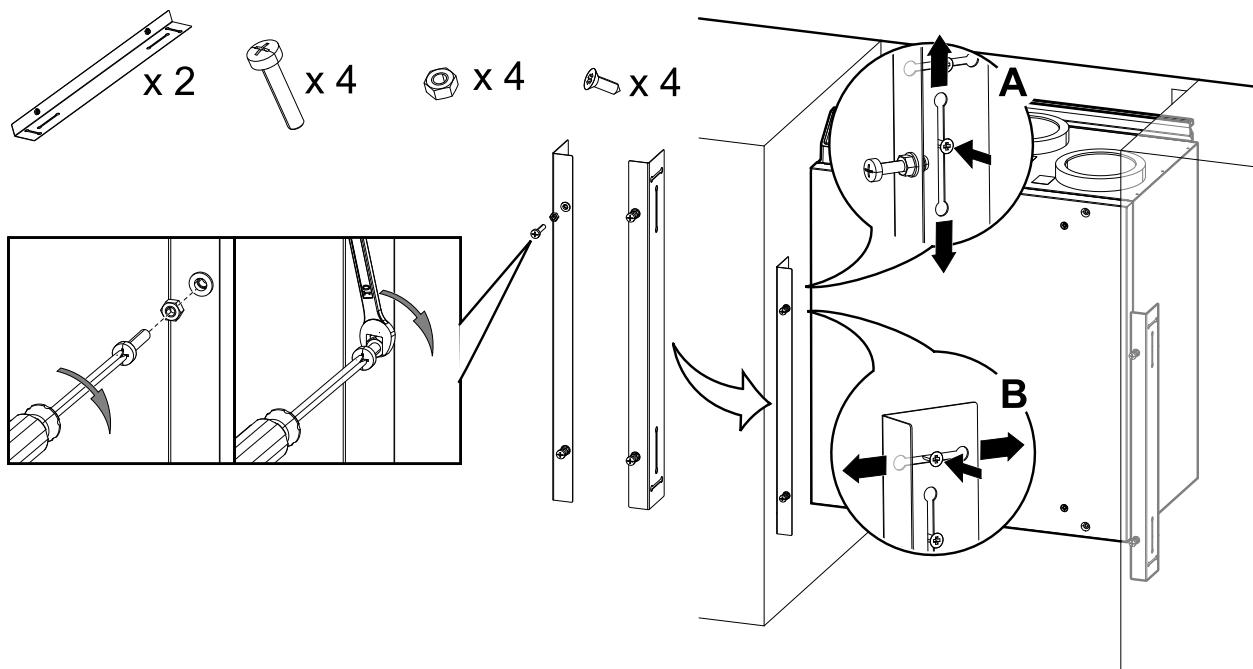

Bild 22 Die Installation der Schrauben und Halterungen
1. Vier M6-Schrauben in die Gewindestützringe am Gerät montieren und mit Sechskantmuttern sichern (Abbildung 22). Der Abstand der Schrauben kann nachträglich justiert werden.
Die Halterungen sind vertikal (Abbildung 22, A) und horizontal justierbar (Abbildung 22, B). Richten Sie die Halterungen an der Unterseite des Gerätes aus. Ziehen Sie die Schrauben nach dem Einstellen der Halterungen fest an.